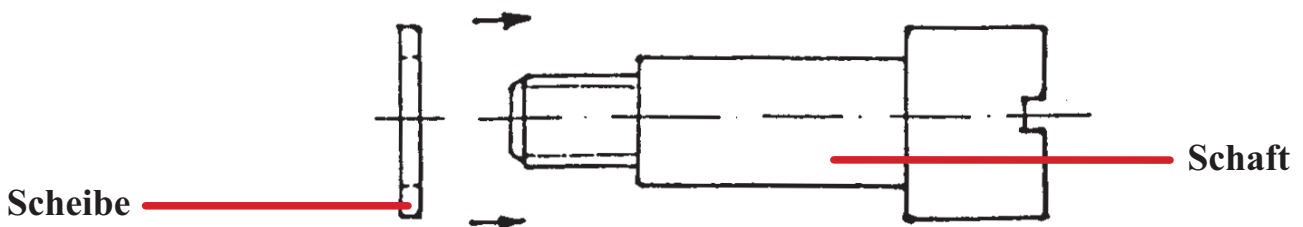

Bild 4
4. Zur Verkürzung des Schaftes der Einstellschraube eine geeignete Scheibe von ca. 1,5 - 2 mm Breite aufstecken (*Bild 4*). Der Durchmesser der Scheibe darf nicht größer als 18 mm sein.